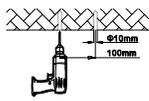

Figure 3
1. Mark with a mark pen or sharp tool on the mounting surface and drill. (figure 3)
1. Indiquer à l'aide d'un marqueur ou d'un outil tranchant l'endroit d'installation sur la surface et percer (Figure 3).